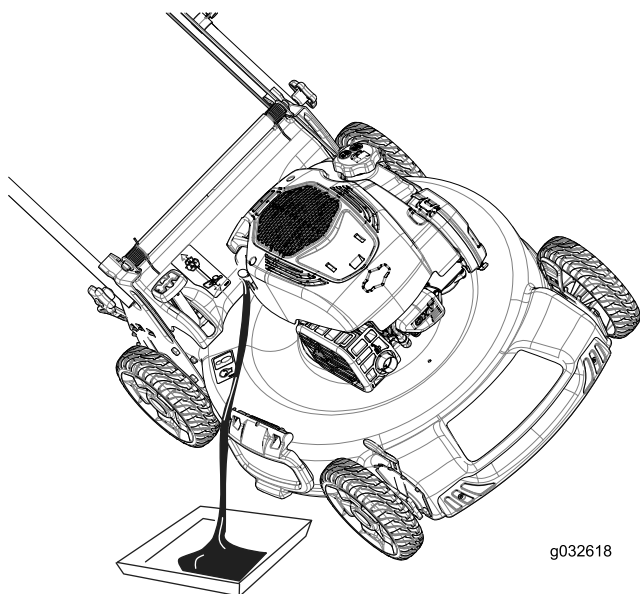

Figura 23
4. Inclinate la macchina sul fianco (di modo che il filtro dell'aria si trovi in alto) per scaricare l'olio usato attraverso il tubo di riempimento (Figura 23).